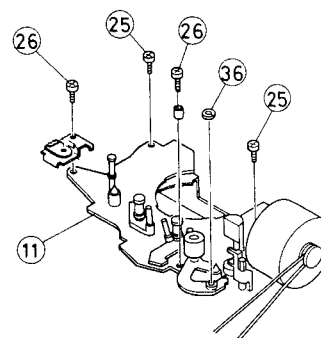

Fig. 2-7
■ Unterchassis (11)
- 1) Scheibe (36), die den Andruckrollenarm hält, entfernen.
- 2) Vier Schrauben (25) (26), die das Unterchassis halten, entfernen. (Abb. 2-7)
- 3) Zum Abnehmen der Schrägbolzen (16) (17) (Führungsrolle), Schrauben (21) von der Rückseite entfernen.